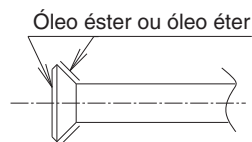

Fig. 7
- Ao usar ligações de porca de alargamento, aplique óleo éter ou óleo éster à secção de alargamento e, a seguir, rode 3 ou 4 vezes com a mão. **(Consulte a Fig. 7)**